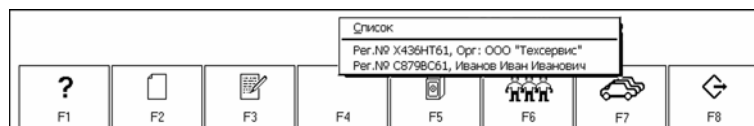

Рис. 28. Выбор автомобиля из выпадающего списка 10-и последних, прошедших диагностирование с помощью мотор-тестера.
2. В выпадающем списке (рис. 28), с настройками на 10 последних вводимых автомобилей, с помощью клавиш «Вверх» или «Вниз» выберите нужную запись и нажмите клавишу «Enter». На мониторе появится форма «Характеристики автомобиля» с настройками данного автомобиля.